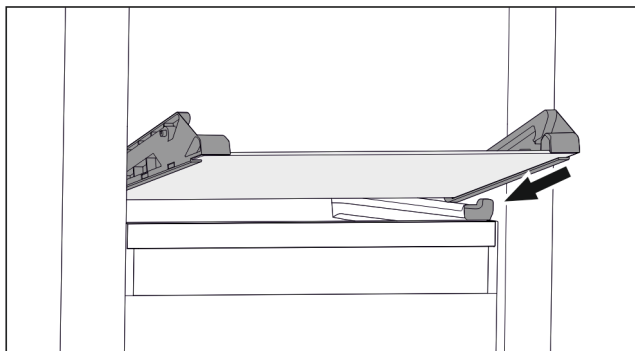

Fig. 71 Скляна пластина відкидного висувного ящика
- ▶ Встановити скляну пластину за стопорами навкосою. (див. Fig. 71)